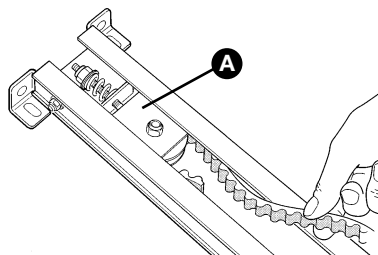

Figura 14
**2** Pase un extremo de la correa a través del tensor de correa [A], como muestra la figura 14.